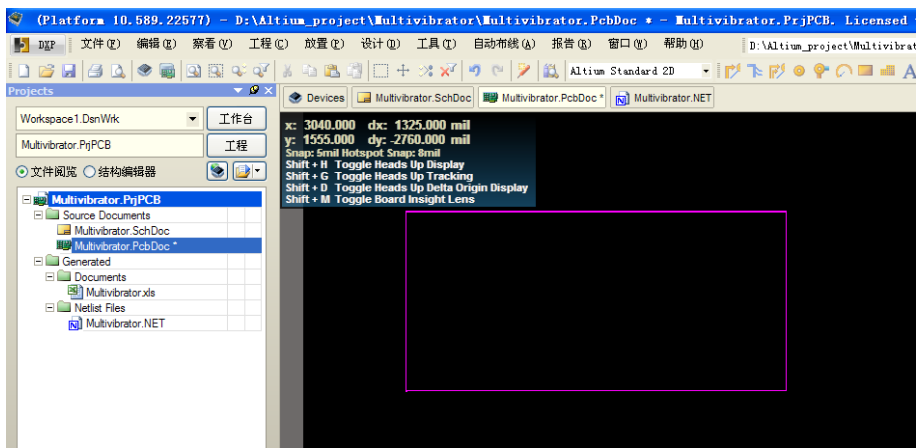

图 2-27 绘制好的 PCB 边框
4. 当放置的线组成了一个封闭的边框时，就可结束边框的绘制。右击或者按<Esc>键退出该操作，绘制好的 PCB 边框如图 2-27 所示。